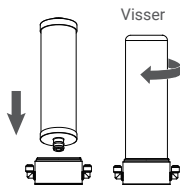

Figure 8
3. Insérez la nouvelle cartouche de filtre dans l'emplacement prévu et continuez à pousser jusqu'à ce qu'elle atteigne la position finale. Une fois en place, serrez le boîtier pour fixer la cartouche. (Figure 8)